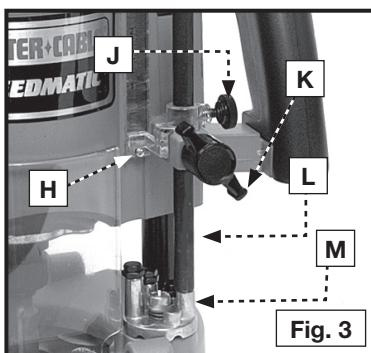
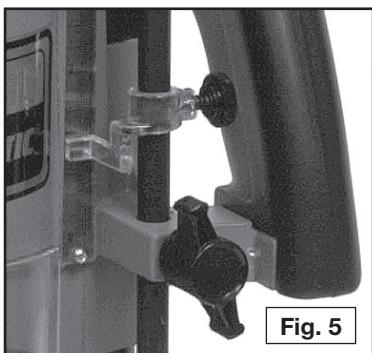

Fig. 3
Fig. 5
1. Afloje la perilla cerradora para la varilla de profundidad (K) Fig. 3, y la perilla para el índice de profundidad (J) Fig. 3. Deje que la varilla de profundidad toque uno de los topes de torrecilla (M) Fig. 3. Generalmente, se ajusta el corte más profundo apoyando la varilla de profundidad contra el tope de torrecilla más corto (vea la Fig. 3). Los otros dos topes fijos (S) Fig. 3, entonces proveen cortes de 1/4" y 1/2". Los tres topes ajustables (R) Fig. 3, pueden ser ajustados a cualquier profundidad deseada. Se puede usar cualquier combinación de topes fijos y/o ajustables para obtener las profundidades deseadas para los cortes que hay que hacer.
4. Coloque el índice de profundidad (H) Fig. 3, en el cero, "0", y apriete la perilla.
5. Afloje la perilla cerradora de la varilla de profundidad (K) Fig. 3, y levante la varilla de profundidad hasta alinear el índice con el punto de la escala que representa la profundidad del movimiento vertical deseado. (El ejemplo en la Fig. 5 indica 1" de movimiento vertical.) Apriete la perilla cerradora para la varilla de profundidad.